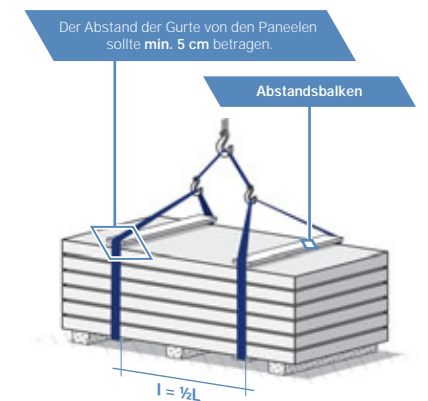

Abb. 03
- Während der Entladung sollte der Stapel mit dem Stützabstand  $\frac{1}{2}$  der Länge der Paneele gestützt werden; (Abb. 03)